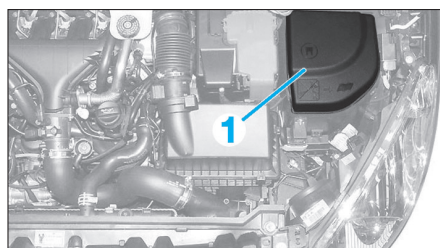

Fig. 28
- le couvercle de la boîte à fusibles du compartiment moteur (1) (Fig.28),